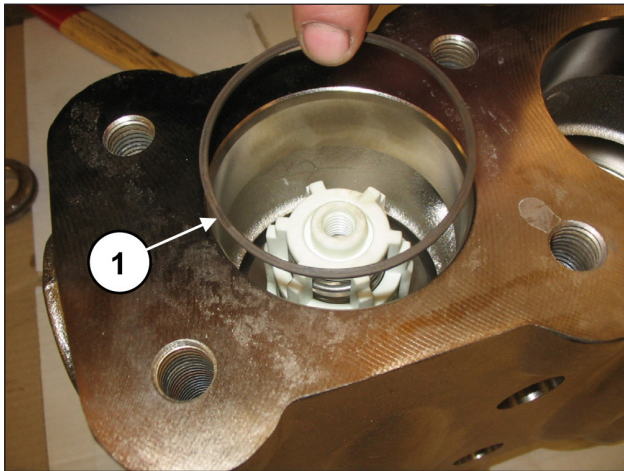

Abb. 120
Setzen Sie den Stützring ein, Pos. 16 Explosionszeichnung (Pos. ①, Abb. 120).